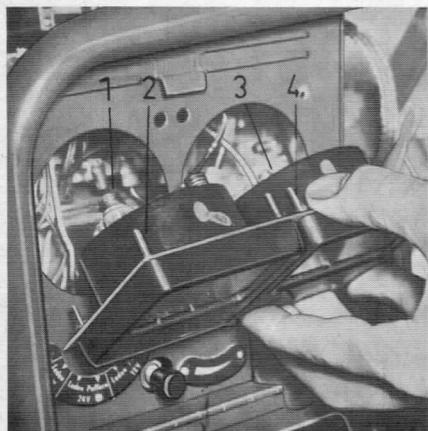

Bild 115
Spannungs- und Strommesser auswechseln ( Bild 115, Pos. 2 und 4 ).
- die Rundschlitzmutter ( Bild 115, Pos. 1 und 3 ) für die Befestigung herauszudrehen und die Kabelanschlüsse zu lösen .